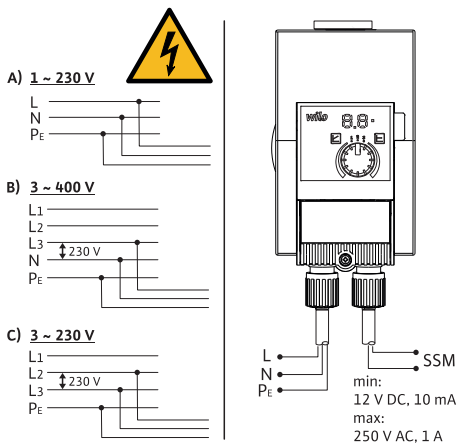

Fig. 3: Opciones de conexión
- Realice conexiones con redes de baja tensión de 230 V. Es fundamental asegurar, en caso de conexión a redes IT (estructura de la red Isolé Terre), que la tensión entre las fases (L1-L2, L2-L3, L3-L1 → Fig. 3) no supere los 230 V.